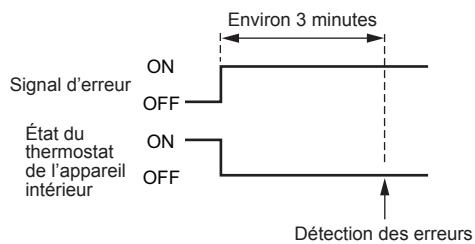

Fig. 5-7
#### ③ Fonctionnement de l'appareil intérieur en cas d'entrée d'un signal d'erreur (Fig. 5-7)